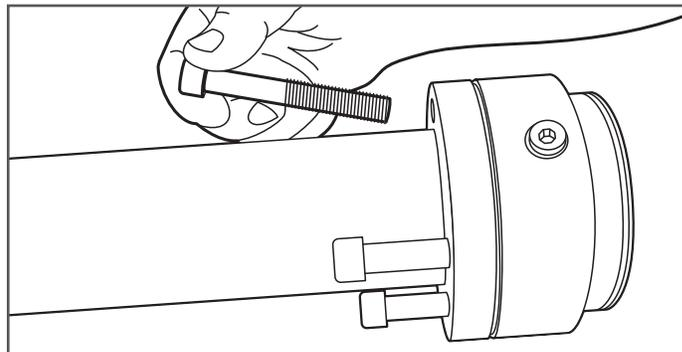

Figura 8-3
3. Retire todos los tornillos con cabeza. (Figura 8-3)